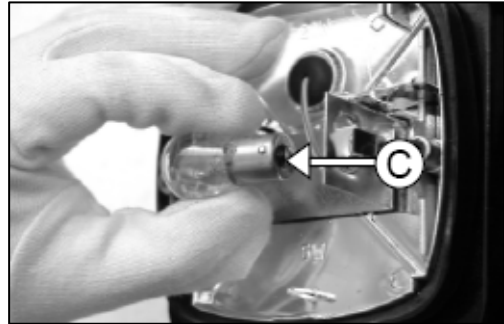

Fig. 144
3. Gire y quite el foco (C) (Fig. 144).